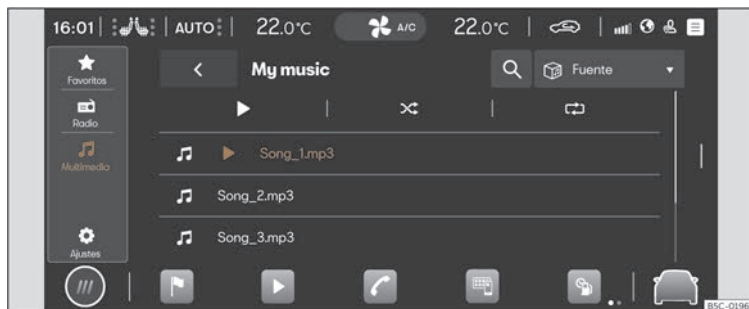

Fig. 148 Representació esquemàtica::Vista Multimedia
- Premeu ► > 🎵 >>> **fig. 148**.